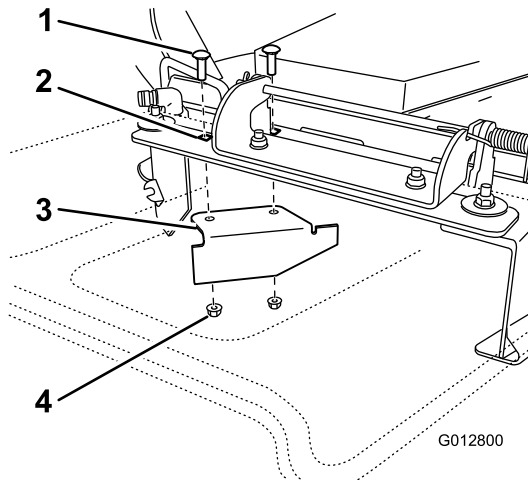

Figura 32
11. Localice el tabique en la bolsa de piezas sueltas. Retire las fijaciones de los taladros traseros de la placa de descarga. Instale el deflector en el orificio de descarga lateral de la carcasa de corte (Figura 32).